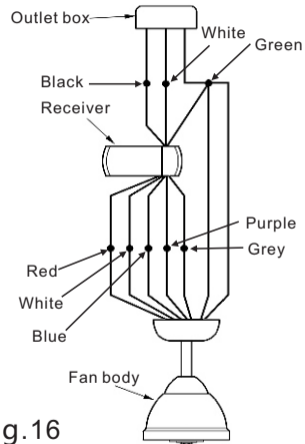

Fig. 16
**Paso 3.** Si su caja de distribución tiene un alambre a tierra (verde o cobre) conéctelo a los alambres a tierra (verdes) de la Esfera de Soporte y la Abrazadera de Montaje. Si su caja de distribución no tiene un alambre a tierra, entonces únicamente conecte los dos alambres a tierra de la Esfera de Soporte y la Abrazadera de Montaje. Asegure la conexión con un conector de plástico proveído. (Fig. 16)